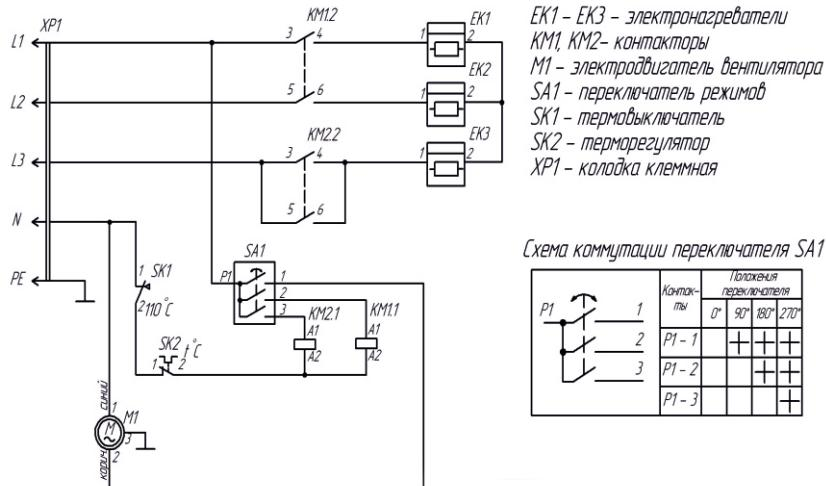

Рис.3 Схема электрическая для PROF-12380, PROF-15380,
5.5 Электрическая схема тепловой пушки представлена на рис.3 и рис. 4 Приложения.
6.3 Для защиты электропроводки от перегрузок подключение к стационарной электросети осуществляется через автоматический выключатель номиналом 25 А для PROF-12380 и PROF-15380, и 63 А для PROF-24380 и PROF-30380. Кабель питания и сетевую розетку подключить в соответствии со схемой подключения (см. рис. 3 Приложения). Сечение жил кабеля питания должно быть не менее $2,5 \text{ мм}^2$ для PROF-12380, $4,0 \text{ мм}^2$ для PROF-15380, $6,0 \text{ мм}^2$ для PROF-24380 и 10 мм^2 для PROF-30380 (для медной жилы).